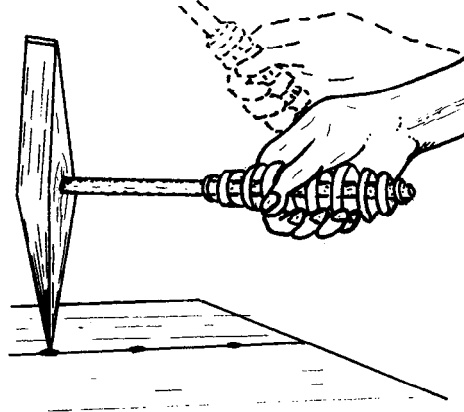

Figura 2.60
- ▲ Décimo paso *Limpie* los puntos con la piqueta (Figura 2.60) y cepillo de alambre.